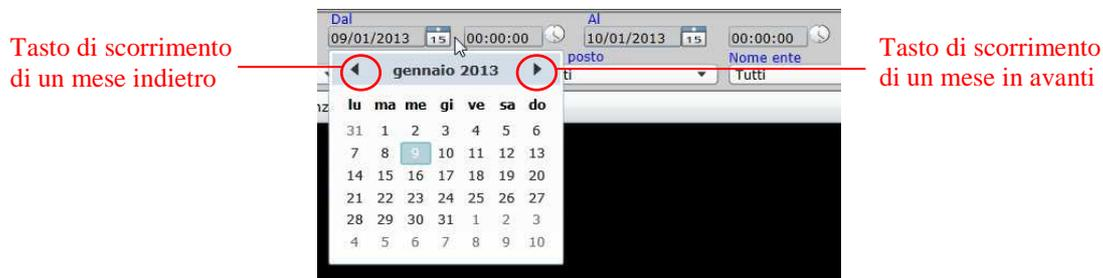

Figura 45 - Calendario per l'inserimento dei filtri temporali
2. apparirà il calendario relativo al mese in corso che può essere "sfogliato" tramite i tasti contrassegnati dalle frecce destra e sinistra (vedi Figura 45).